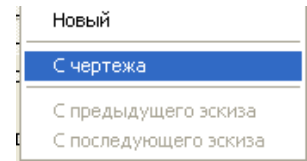

Рисунок 7
3. В появившемся меню выбрать альтернативу **С чертежа** (рис.7).
Если в группе размеров диалога (рис.7) вносится несколько размеров, координирующих одну и ту же поверхность, ее параметры можно определить только один раз на первой вкладке **Размер**.